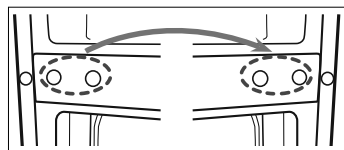

Fig. 8
- ▶ Rimuovere i tappi ciechi con un cacciavite a taglio e posizzarli sul lato opposto (vedere la **fig. 8**).